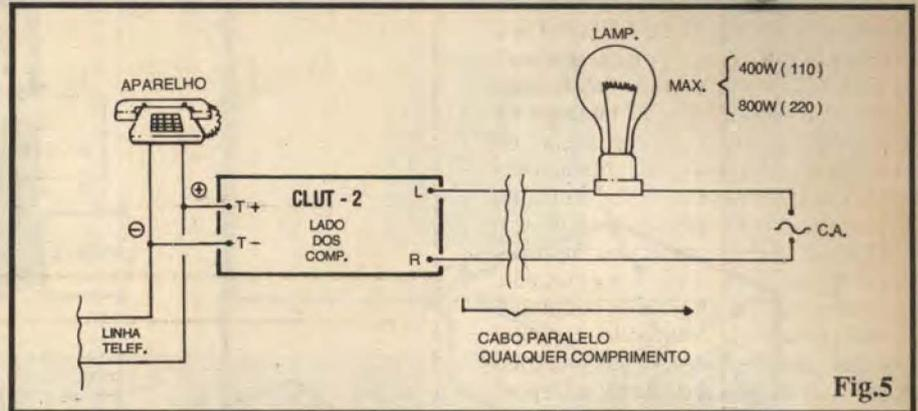

Fig.5
- FIG. 5 - CONEXÕES EXTERNAS À PLACA / INSTALAÇÃO BÁSICA... - Com a plaquinha ainda referenciada pelo seu lado não cobreado (o mesmo visto na figura anterior...), temos agora o detalhamento das conexões externas, feitas através das ilhas periféricas... Observar cuidadosa-
Não esquecendo de respeitar também os limites máximos de Potência da lâmpada controlada (até 400W sob 110V, ou até 800W em 220V), é bom notar que se assim for julgado necessário ou conveniente - **várias** lâmpadas poderão ser simultaneamente acionadas pela CLUT-2, desde que "paraleladas" entre si, ligadas conforme o diagrama da FIG. 5 (e **obrigatoriamente** "somando" uma "wattagem" igual ou inferior aos mencionados limites...).
- Pelas reduzidas dimensões da placa/circuito, o conjunto pode ser confortável e elegantemente "embutido" num *container* padronizado na forma e nas dimensões propostas na figura (caixinha "Patola", modelo PB046...). Observar que os terminais de conexão à linha telefônica e à rede/lâmpada, devem, de preferência, situar-se em laterais *opostas* da caixa, nitidamente marcados, de modo a prevenir inversões perigosas quando da instalação final (FIG. 5). Certamente que qualquer outro *container*, de dimensões compatíveis, poderá ser também utilizado no acabamento do